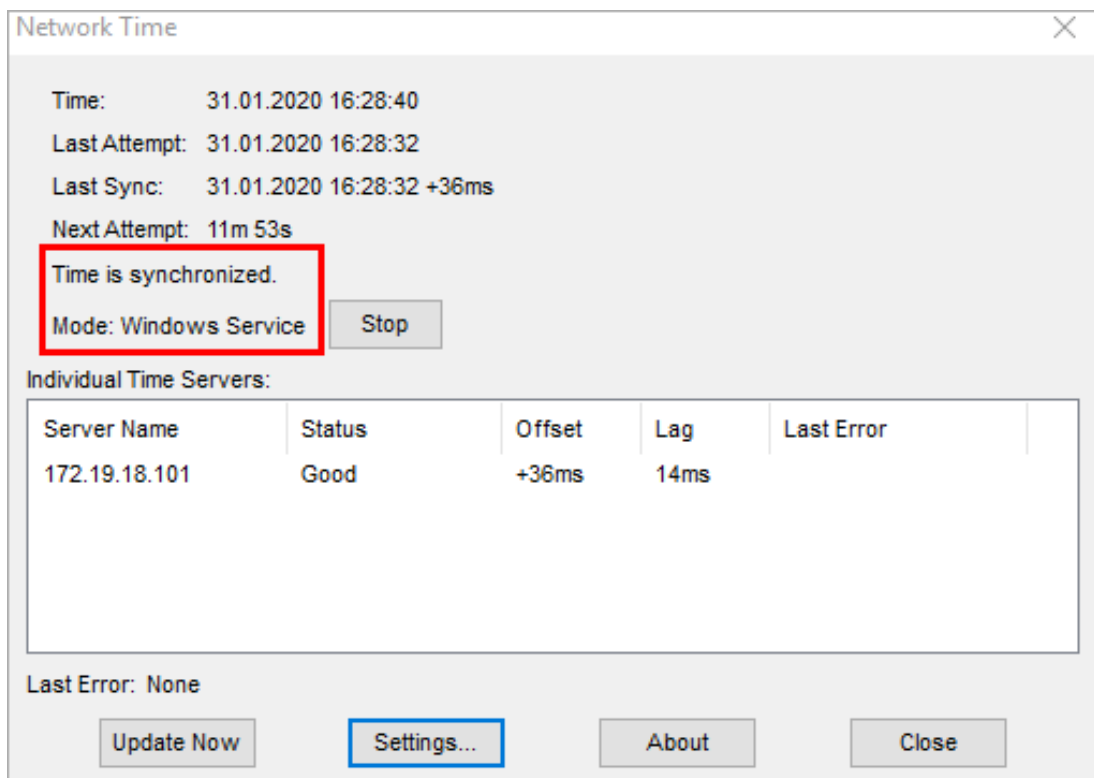

Рисунок 74 - Проверка состояний
8. Убедитесь, что статус синхронизации времени находится в состоянии "Time is synchronized", а режим работы программы в состоянии "Windows Service" (Рисунок 74).